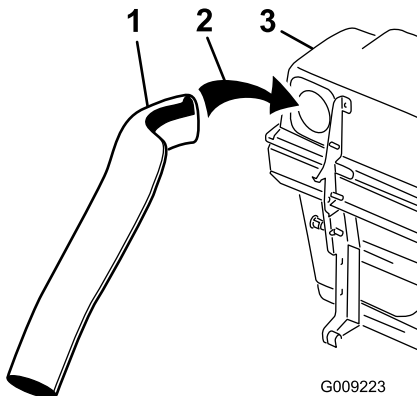
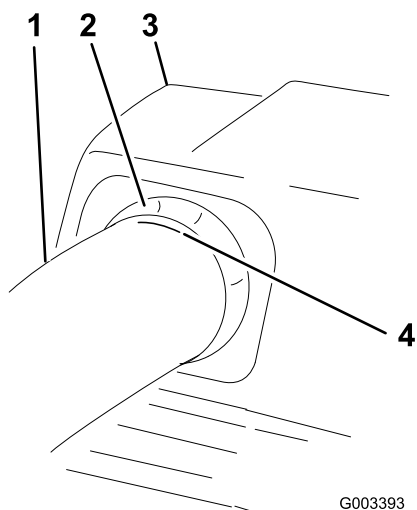

Figure 22
Figure 24
5. Insérez le tube supérieur dans l'ouverture du collecteur et ressortez-le pour que le joint en caoutchouc dépasse (Figure 22 et Figure 24).
7. Lorsque la distance est correcte, marquez l'extérieur du tube supérieur à l'endroit où le joint en caoutchouc dépasse. Cette marque servira à garantir le bon positionnement du tube supérieur avant de percer les trous et de raccorder les tubes supérieur et inférieur (Figure 24).